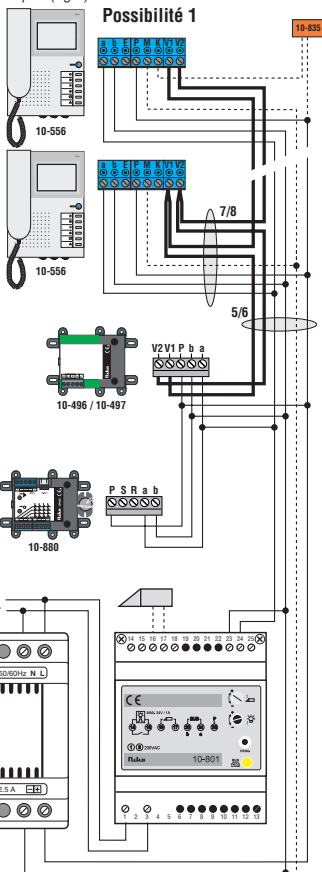

fig.4
d. Exemple de schéma d'un système complet (fig.4).